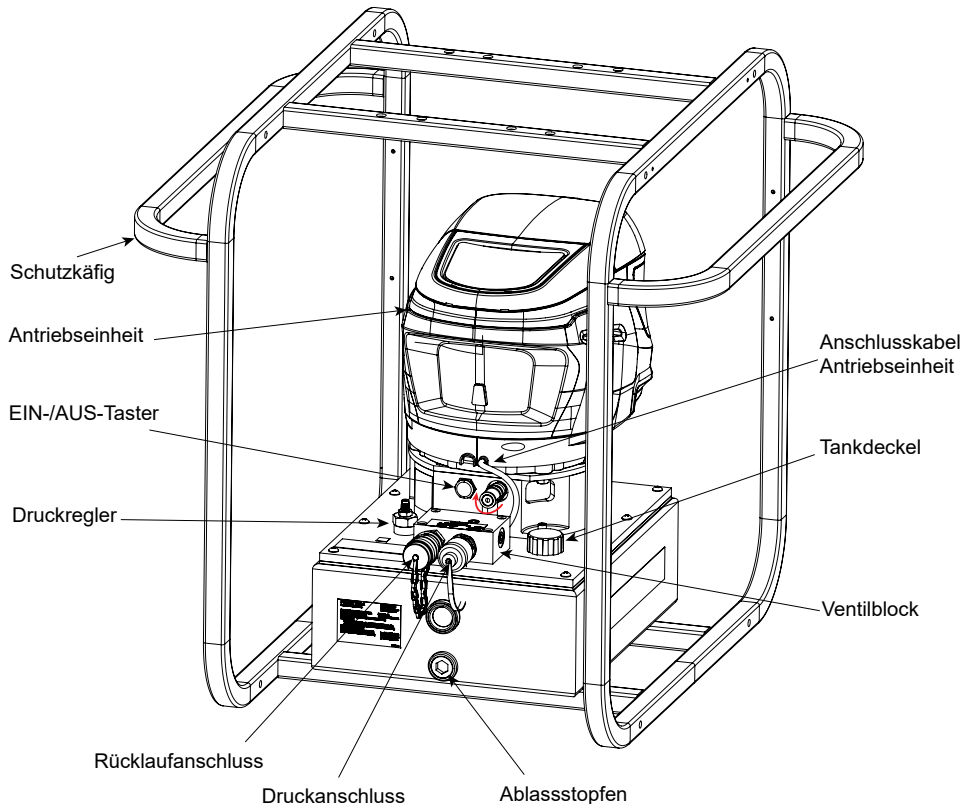

Abb. 13: PB43-Pumpeneinheit
- A. Die PB43-Pumpe verfügt über einen standardmäßigen, stapelbaren Schutzrahmen, der für die Befestigung am eSync-Schutzrahmen konzipiert ist (siehe Abbildung 13).
- G. Verbinden Sie die Kabelbuchse der Antriebseinheit mit dem Kabelstecker an der Pumpeneinheit. Sichern Sie die Verbindung, indem Sie den Kabelanschluss in den Anschluss der Pumpeneinheit einschrauben (im Uhrzeigersinn drehen), wie in Abbildung 13 dargestellt.